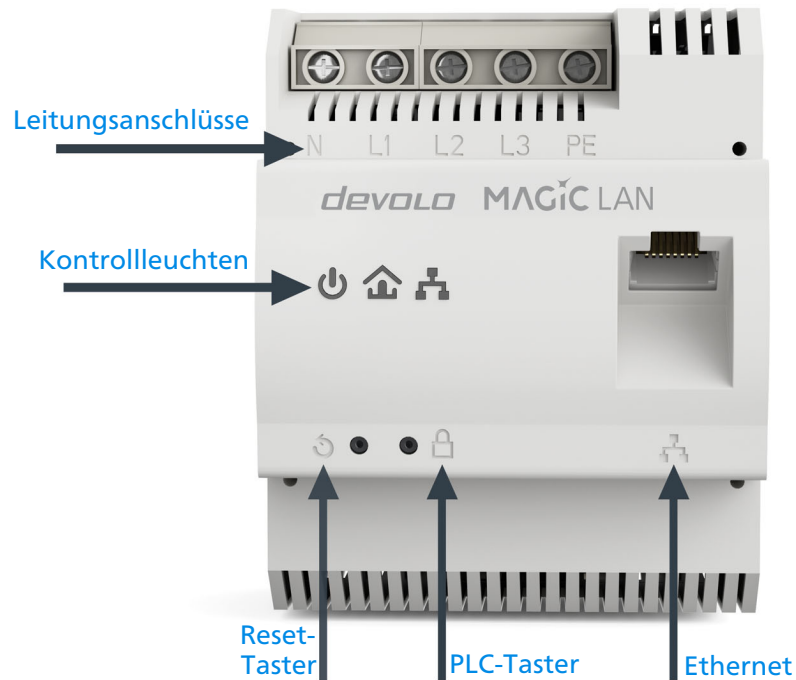

Abb.2
Hier verbinden Sie die Stromleiter mit den entsprechenden Leitungsanschlüssen (siehe Abb. 2).
Hier verbinden Sie den devolo Magic 2 LAN DINrail über das mitgelieferte Netzkabel (siehe Abb. 2) mit dem Internetzugangsgerät.
PLC (Abb. 2)
Ethernet (Abb. 2)
- oder per **PLC-Taster** (siehe Abb. 2)
Um den devolo Magic-Adapter neu zu starten, drücken Sie den **Reset-Taster** (siehe Abb. 2). Die LEDs schalten sich währenddessen aus.